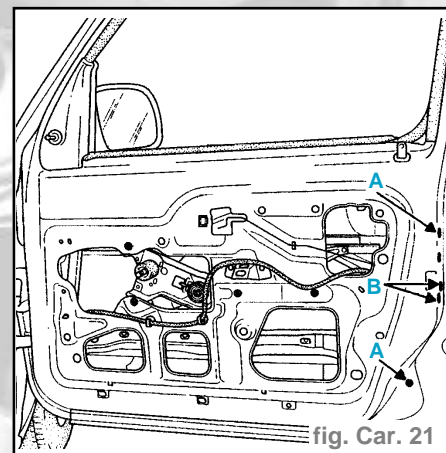

fig. Car. 21
- le rail du coulisseau intérieur (A) (fig. Car. 21).